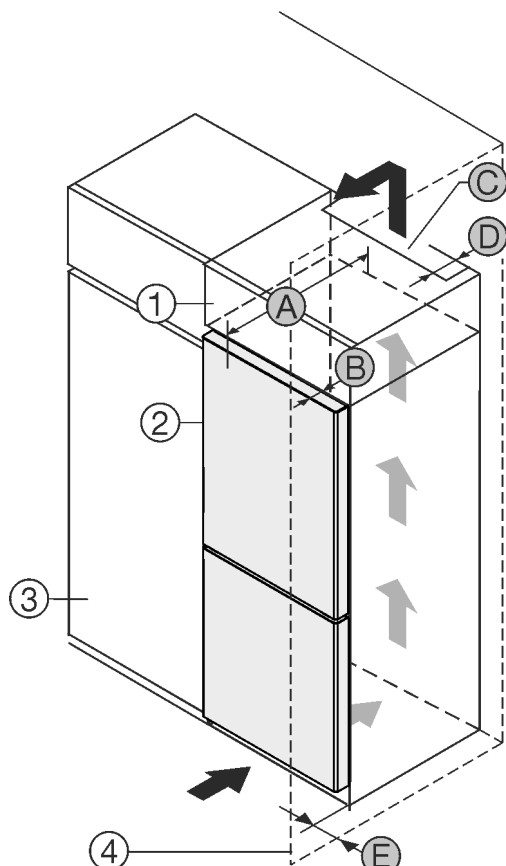

Fig. 1
Přístroj nainstalujte přímo vedle kuchyňské skříňky Fig. 1 (3).*
Na zadní straně nastavné skříňky musí být větrací šachta hluboká Fig. 1 (D) přes celou šířku nastavné skříňky.
Pod stropem místnosti musí být dodržen větrací průřez Fig. 1 (C).
Když se přístroj instaluje závěsy vedle stěny Fig. 1 (4), musí být vzdálenost mezi přístrojem a stěnou minimálně 40mm. To odpovídá přesahu madla při otevřených dvířkách.
Aby bylo možné dvířka plně otevřít, musí přístroj přesahovat o hloubku dvířek Fig. 1 (B) vůči přední linii kuchyňské skříňky. V závislosti na hloubce kuchyňských skříněk Fig. 1 (3) a použití vymezačů odstupu od stěny může přístroj vyčnívat dále.*
Aby bylo možné dvířka plně otevřít, musí přístroj přesahovat o hloubku dvířek (B) vůči přední linii kuchyňské skříňky. V závislosti na hloubce kuchyňských skříněk Fig. 1 (3) a použití vymezačů odstupu od stěny může přístroj vyčnívat dále.*